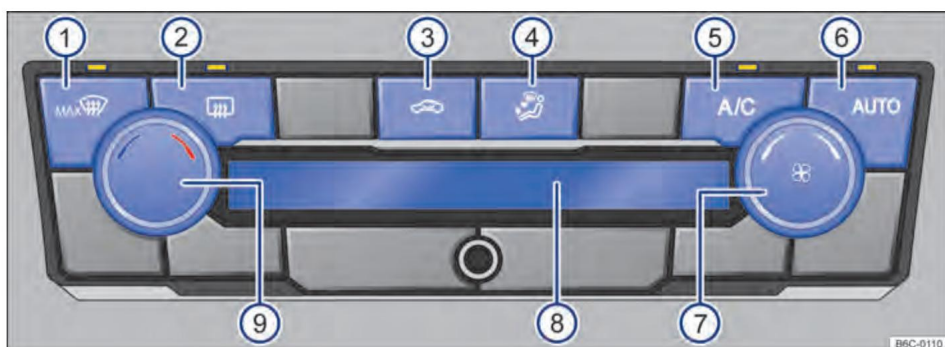

Figure. 86 Commandos du Climatronic.
tourner le régulateur du ventilateur vers la gauche jusqu'en butée → fig. 86 7 .
Avec la touche  → Fig. 86 6  Le mode automatique Climatronic peut être activé.
Le matic s'éteint lorsque la ventilation est modifiée manuellement ou en modifiant la répartition de l'air à l'aide de la touche → Fig. 86 4 appuyez sur. .
Climatronic : tourner ou tourner le bouton rotatif vers la gauche faire → fig. 86 9 .
Sur l'affichage du Climatronic → fig. 86 8 la  température réglée s'affiche.
– Climatronic : tourner le régulateur du ventilateur → fig. 86 7 .
– Climatronic : appuyer sur la touche → fig. 86 4 à la position désirée, la distribution sélectionnée sera indiquée sur l'afficheur 8 .
– Climatronic : appuyer sur la touche  → fig. 86 1 .